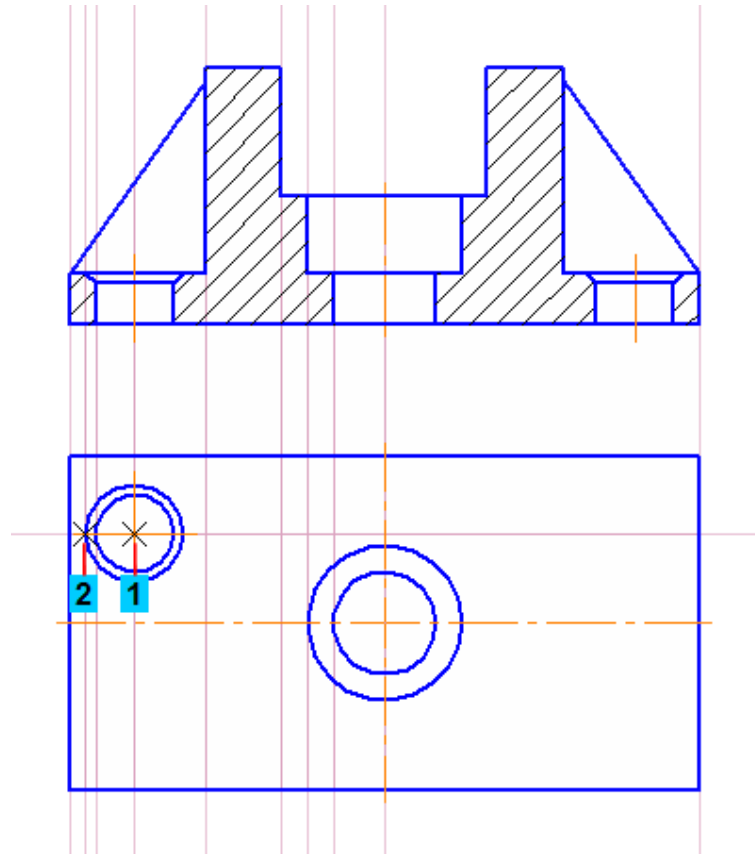

Рисунок 41.
- Для построения окружности укажите точки 1 и 2 (рис. 41)